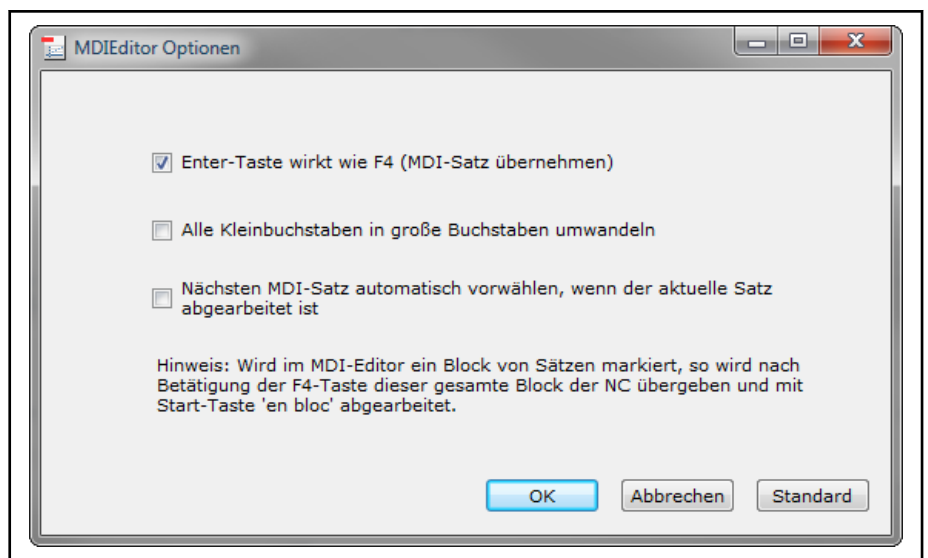

Abb. 4-22: Optionendialog für den MDI-Editor
- <F8>** Es wird ein Optionendialog eröffnet, siehe Abb. 4-22 "Optionendialog für den MDI-Editor" auf Seite 75.